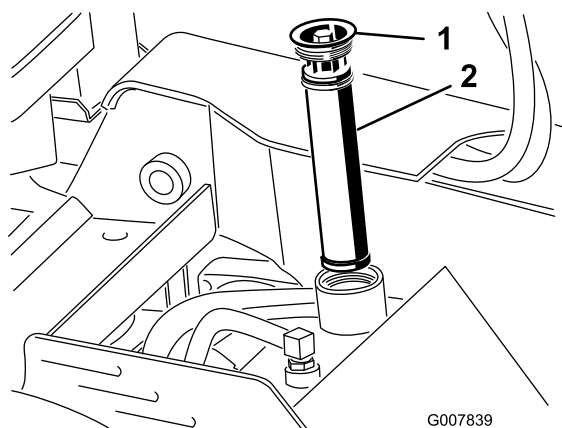

Figure 18
5. Nettoyez la surface autour du goulot de remplissage du réservoir hydraulique et enlevez le bouchon et le filtre du goulot de remplissage à l'aide d'une clé (Figure 18).